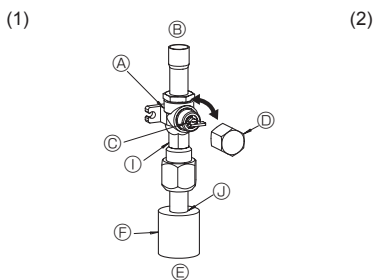
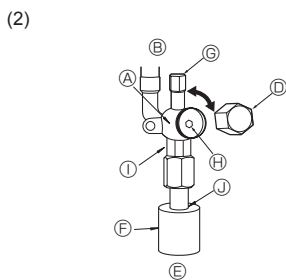

Fig. 4-5
Fig. 4-6
- (1) Strona gazowa (Fig. 4-5)
- ① Aby otworzyć zawór, należy zdjąć korek, pociągnąć dźwignię do siebie i obrócić o 1/4 obrotu w kierunku przeciwnym do ruchu wskazówek zegara.
- ② Upewnić się, że zawór odcinający jest całkowicie otwarty, wcisnąc dźwignię i założyć korek.
- (2) Strona cieczowa (Fig. 4-6)
- ① Zdjąć korek i obrócić do oporu trzpień zaworu w kierunku przeciwnym do ruchu wskazówek zegara za pomocą klucza imbusowego 4 mm. Przerwać obracanie po osiągnięciu ogranicznika. (ø9,52: około 10 obrotów)